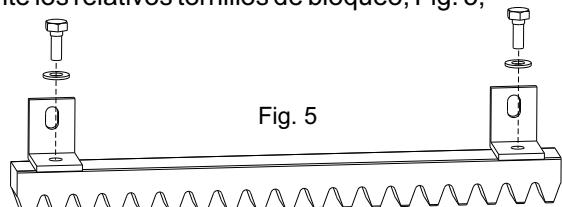

Fig. 5
**5.2.** fijar en cada elemento de cremallera los soportes a L mediante los relativos tornillos de bloqueo, Fig. 5;